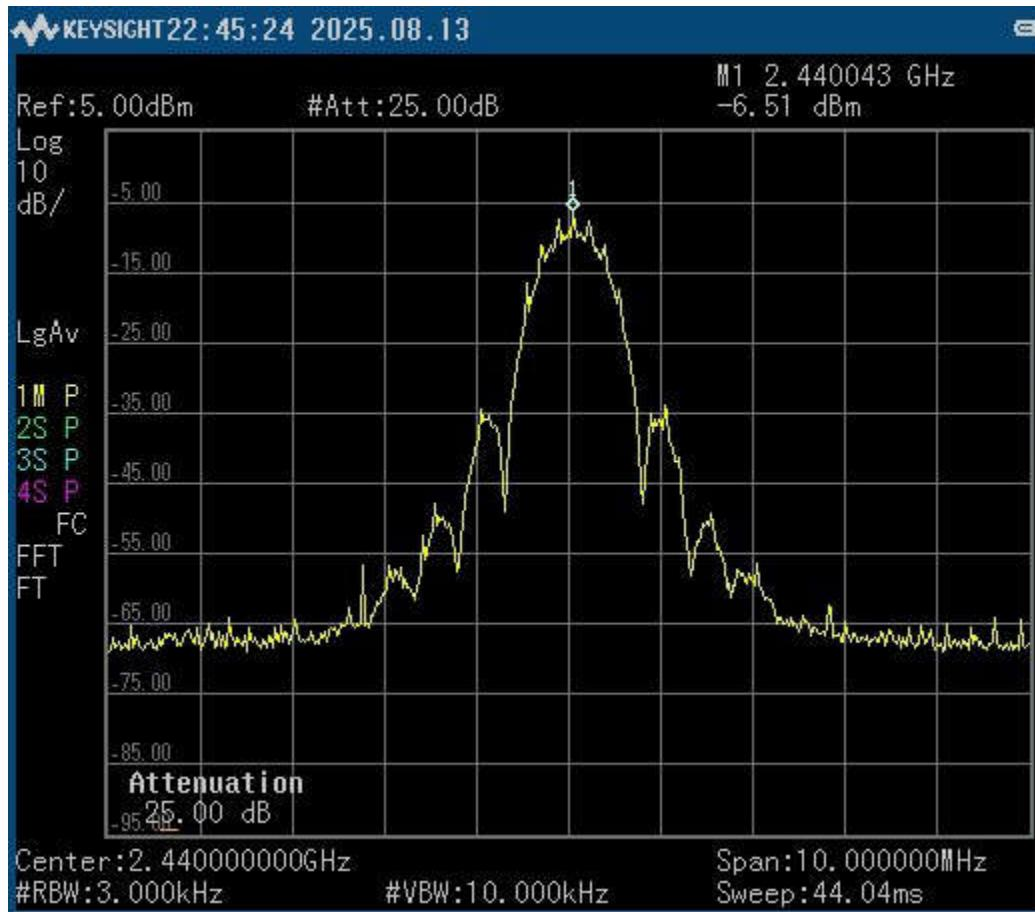

図 7-7. 電力スペクトル密度マスク テストのスペクトル アナライザ出力
- ステップ 4: PSD マスクがスペクトル アナライザの所定の規格に準拠していることを確認します。(スペクトル アナライザの結果の例については 図 7-7 を参照してください)